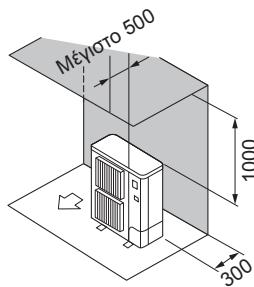

Fig. 2-4
② Εμπόδια στην πίσω και επάνω πλευρά μόνο (Fig. 2-4)